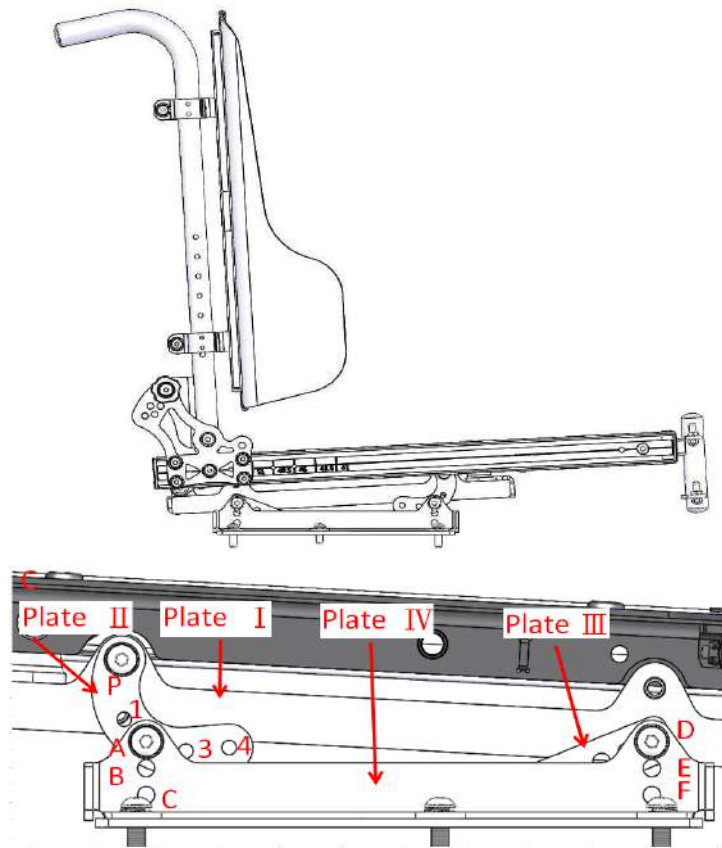

Figura 5-93
- El asiento Kiss sin basculación es el que aparece en la figura 5-93.